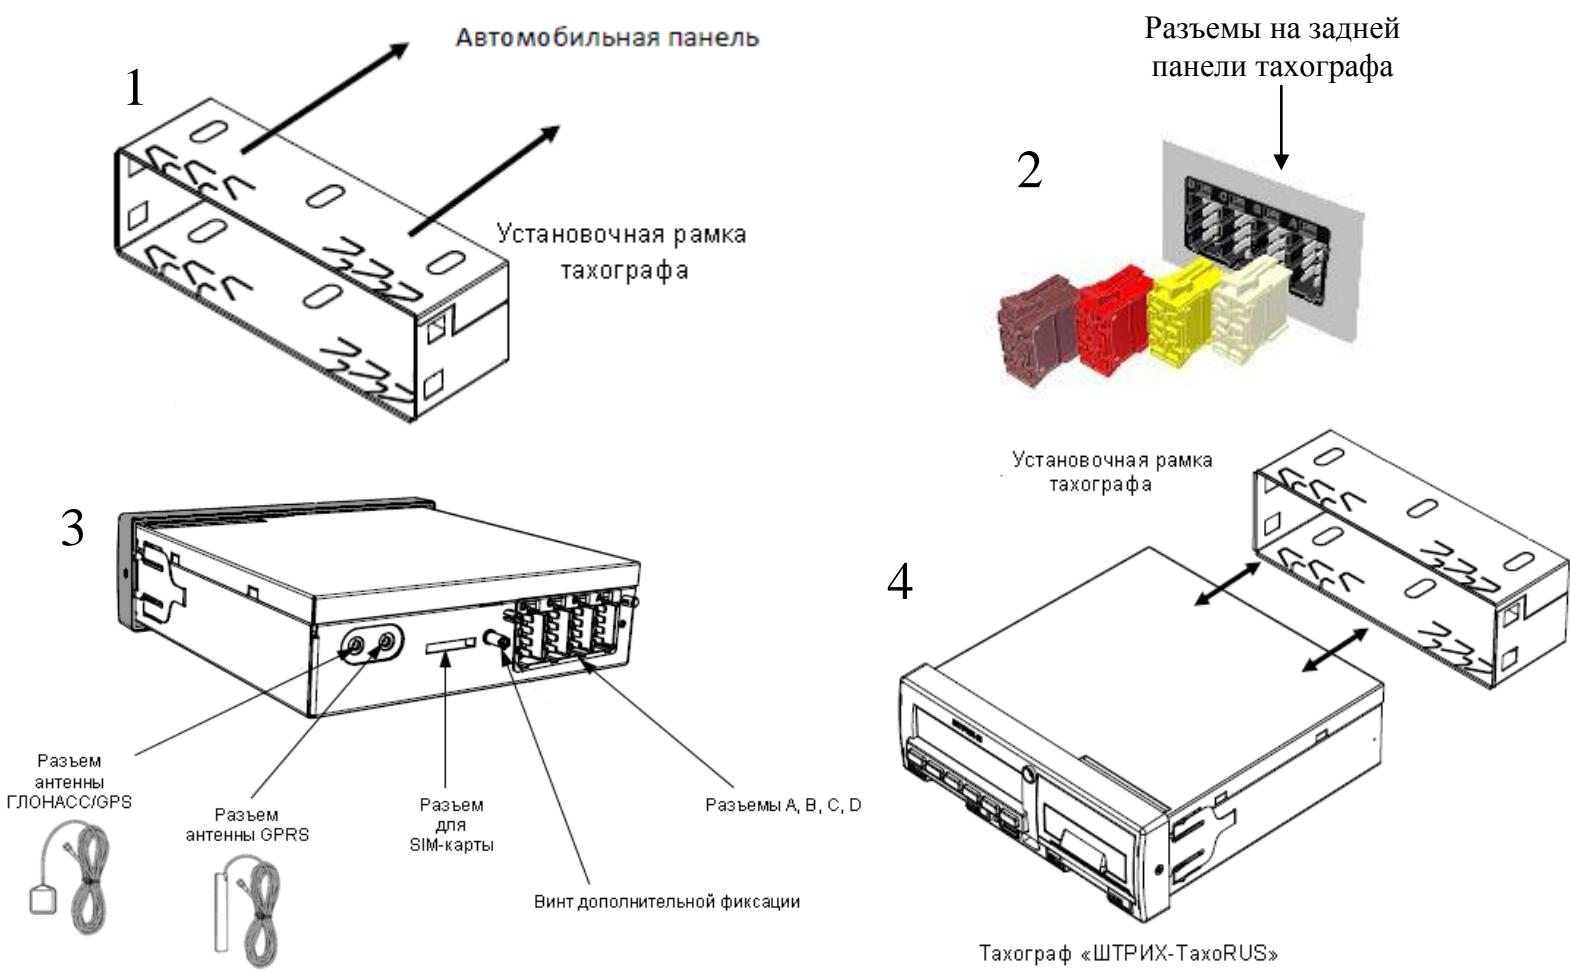

Рисунок 1 – Подключение тахографа «ШТРИХ – TaxoRUS» к автомобилю
- 1) Поместите установочную рамку (кожух) тахографа в автомобильную панель (см. рисунок 1 - «1»). Подогните по месту «язычки» рамки, чтобы рамка надежно фиксировалась в автомобильной панели.
- 2) Подключите автомобильные разъемы к разъемам А, В, С, Д на задней панели тахографа (см. рисунок 1 - «2»).
- 3) Подключите антенны GSM (опционально) и ГЛОНАСС/GPS (см. рисунок 1 - «3»).
- 5) Вставьте тахограф «ШТИХ-ТахоРУС» в установочную рамку (кожух) в автомобильной панели «до щелчка» (см. рисунок 1 - «4»). Убедитесь в надежности фиксации тахографа в панели приборов.